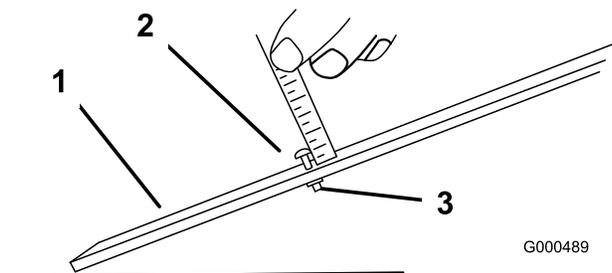

Figura 42
- Afije la tuerca de la barra de ajuste (Figura 42) y ajuste el tornillo para la altura de corte deseada. La distancia entre la parte inferior de la cabeza del tornillo y la cara de la barra es la altura de corte.